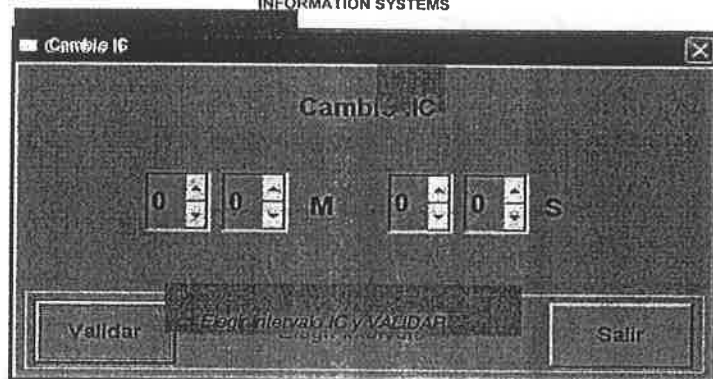

Fig. 20. Ventana " IC "
• Elegir el intervalo IC deseado con las flechas (Ver Fig 20).